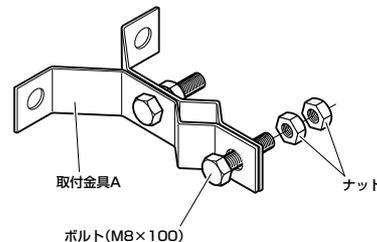

図 9 取付金具 A の部組
- 2 アンテナをマストに取り付ける前に、図 9 のように取付金具 A を部組みしておきます (2 組)。